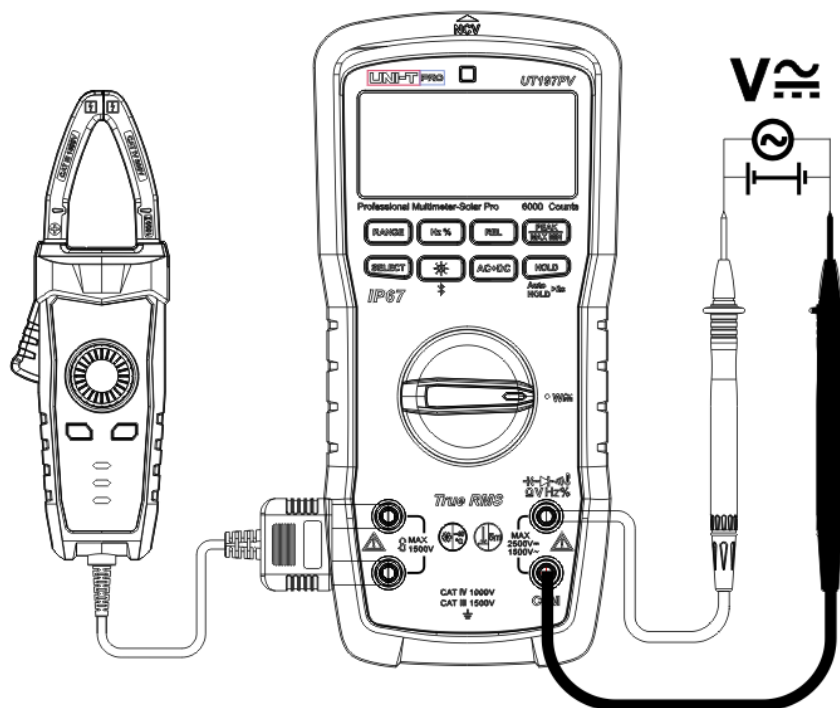

Рисунок 14
11. Измерение мощности AC/DC (рисунок 14)